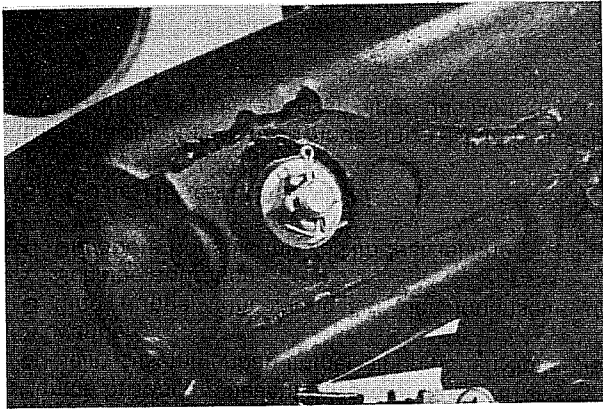

Bild 117
- Den Splint und die Mutter abnehmen und danach die Schraube ausdrehen, mit welcher die obere Konsole am Rahmen befestigt ist (Bild 117).